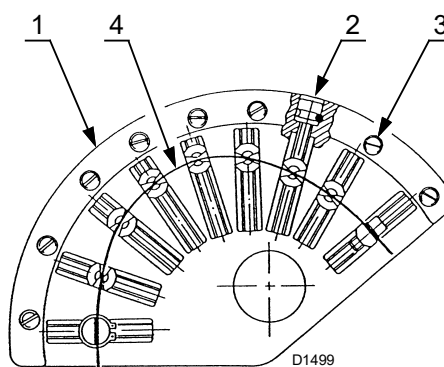

Fig. 31
agir sur les vis de réglage 2)(Fig. 31) après avoir desserré les vis 3).
Agir sur les éléments de réglage filetés 2)(Fig. 31) après avoir desserré les vis 3).
Légende (Fig. 31)
- Régler le débit d'air en réglant la came à profil variable au moyen des vis 2)(Fig. 31 à la page 31).
- Une fois le réglage optimal atteint, ne pas oublier de serrer les vis de réglage des profils des cames au moyen des vis 3)(Fig. 31).